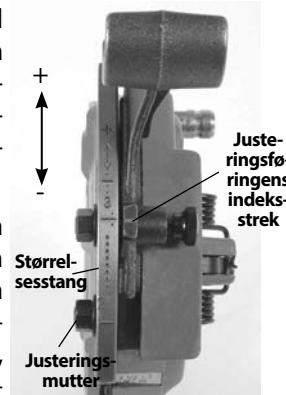

Figur 16 – Sette inn gjengebakker
3. Fjern gjengebakken fra gjengebakkeholderen. Sett de riktige gjengebakken inn i gjengebakkeholderen, med den nummererte kanten opp. Tallene på gjengebakken må stemme med tallene på sporene på gjengebakkeholderen (se Figur 16). Gjengebakkesporene har en kulesperre som samvirker med rillen på gjengebakken når de er riktig installert. Skift alltid ut gjengebakken som et sett – ikke bland gjengebakker fra ulike sett.